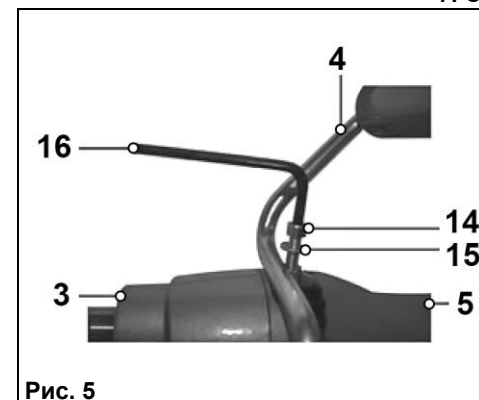

Рис. 5
7.1. Установка дополнительной ручки на ДМЭ-850/13Э (Рис. 5).